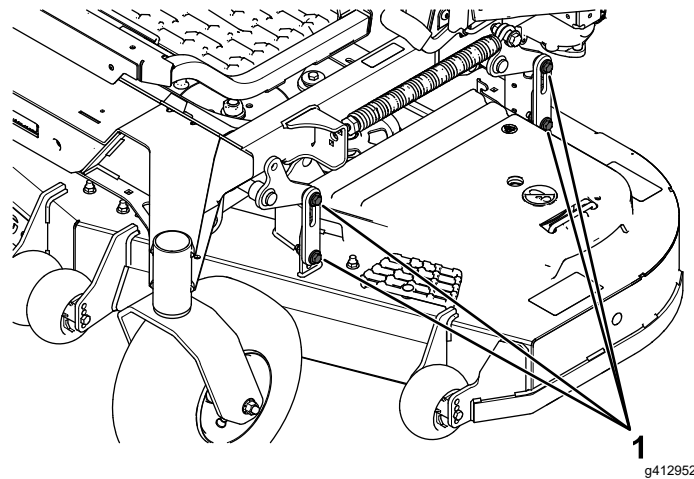

Figure 103
16. Desserrez les boulons (Figure 103) aux quatre coins de sorte que le tablier repose solidement sur les 4 cales.